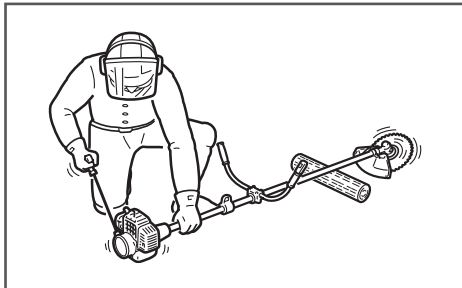

Рис. 13 Положение триммера при запуске
7. Убедитесь, что режущий инструмент не касается земли или других предметов. Проверните коленчатый вал двигателя ручным стартером с помощью ручки (Рис. 13) до тех пор, пока не почувствуете сопротивление, затем медленно опустите ручку стартера вниз. Снова медленно потяните за ручку стартера, пока не почувствуете, что стартер вошел в зацепление с маховиком, после чего потяните за ручку стартера сильно, но плавно и запустите двигатель. Надежно удерживайте триммер, чтобы не потерять над ним контроль во время запуска. Двигатель запускается только на короткое время и сразу глохнет. При необходимости повторите. После запуска двигателя медленно и плавно верните ручку стартера на место.